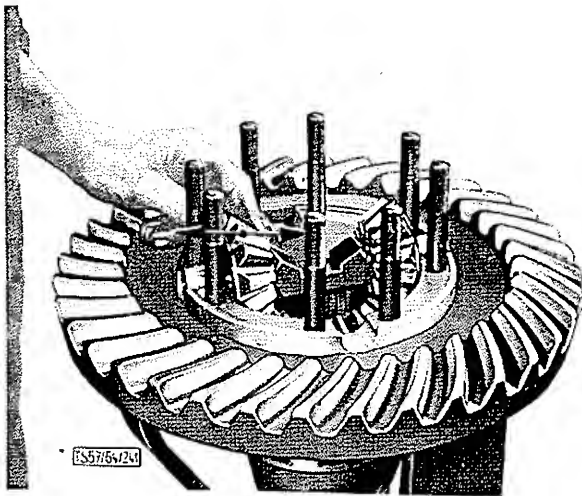

BILD 26: Zahnspiel der Ausgleichsräder messen
4. Die kleinen Ausgleichskegelräder gegen das Gehäuse drücken damit die Zwischenbleche anliegen und, das Zahnflankenspiel zwischen den Kegelrädern prüfen (Bild 26). Es soll 0,1 mm betragen. Gegebenenfalls durch Austauschen der Zwischenscheiben (25/20) das Zahnspiel richtigstellen. Dabei ist zu beachten, daß die Zwischenscheiben paarweise ausgewechselt werden, damit das Tellerrad nicht seitlich verschoben und dadurch das Zahnspiel zwischen Tellerrad und Ritzel geändert wird.